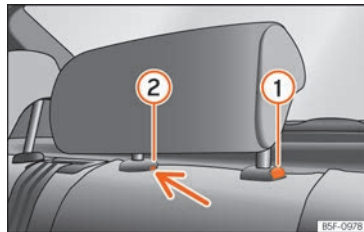

Fig. 150 Poggiatesta per il sedile posteriore centrale: punto di sblocco.
- Per regolare il poggiatesta ad un'altezza inferiore, premere il tasto » » » **fig. 150**  e farlo scorrere verso il basso.